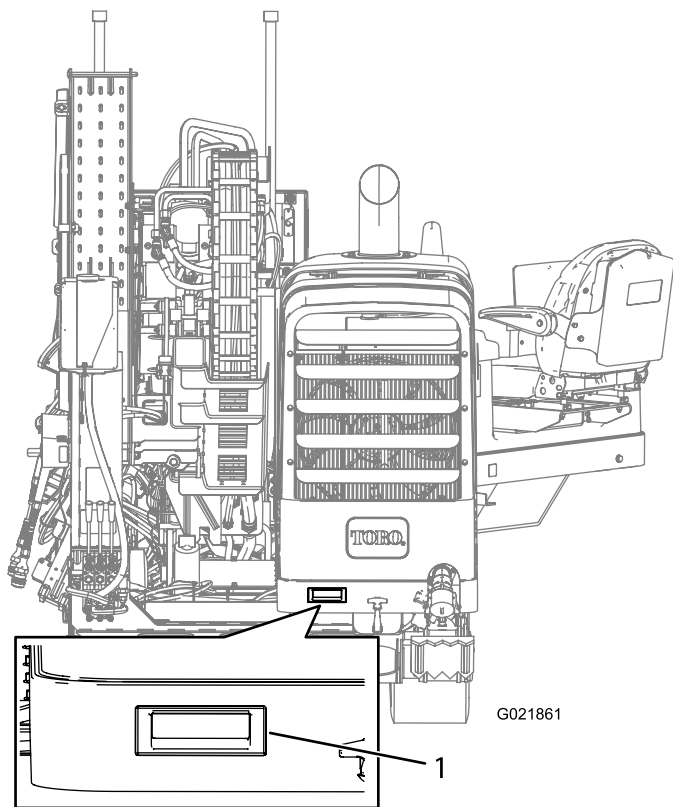

Bild 98
3. Heben Sie den Griff an, siehe Bild 98.